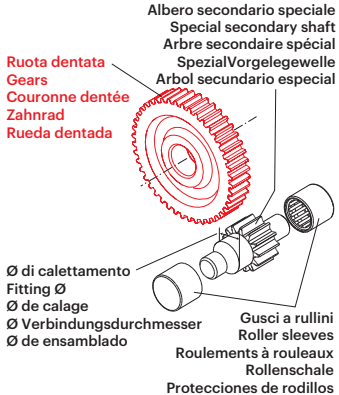

Fig. 8
- Hacer un orificio de diámetro 10 mm en el cárter original (**Fig. 8 – part. A**) centrandolo respecto al alojamiento (**Fig. 8 – part. B**).